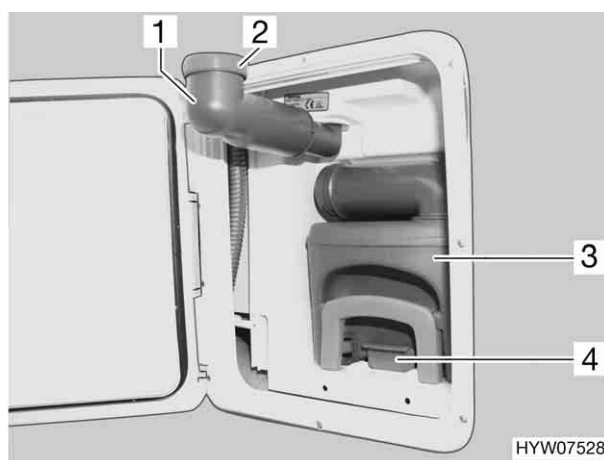

Fig. 98 Cassetta Thetford
- Ruotare il bocchettone di riempimento dell'acqua potabile (Fig. 98,1) verso l'esterno.
- Rimuovere il coperchio a vite (Fig. 98,2).
- Tirare verso l'alto la staffa di supporto (Fig. 98,4) ed estrarre la cassetta Thetford (Fig. 98,3).